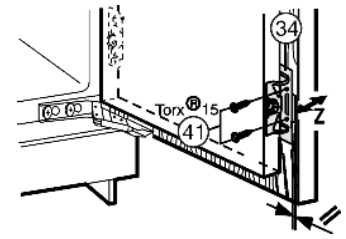

Fig. 28
- ▶ Gerätetür mit Schrauben Fig. 28 (41) durch die Befestigungswinkel Fig. 28 (34) auf der Möbeltür verschrauben.